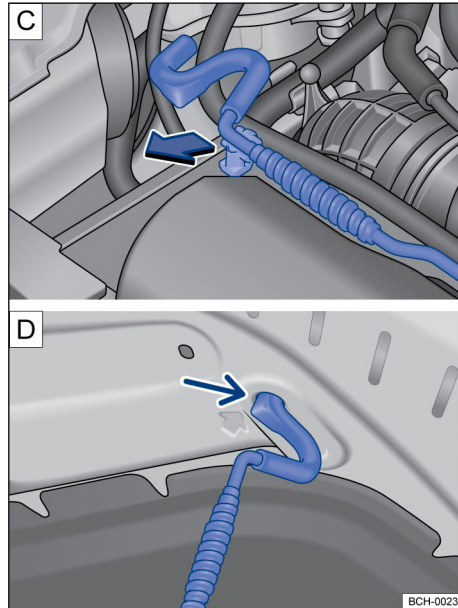

Fig. 179 [C] Varilla de sujeción de la tapa del compartimento del motor. [D] Tapa del compartimento del motor apoyada en la varilla de sujeción.
- Retirar la varilla de sujeción del soporte en el sentido de la flecha → fig. 179 [C] y posicionarla en el hueco de paso del capó delantero → fig. 179 [D]. ▶
- Retirar la varilla de sujeción del orificio → fig. 179 y encajarla en el portacierre → fig. 179 .